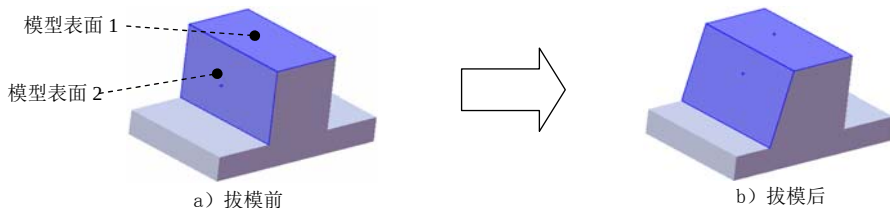

图 3.20.1 中性面拔模
下面以图 3.20.1 所示的简单模型为例，说明创建中性面拔模特征的一般过程。
Step4. 定义拔模面。单击以激活对话框的 **拔模面(F)** 区域中的文本框，选取图 3.20.1 所示的模型表面 2 为拔模面。
Step5. 定义拔模的中性面。单击以激活对话框的 **中性面(N)** 区域中的文本框，选取图 3.20.1 所示的模型表面 1 为中性面。